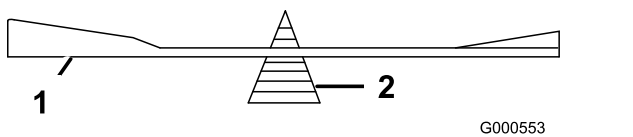

**Figure 110**
1. Au moyen d'une lime, aiguissez les tranchants aux deux extrémités de la lame (Figure 110).
**Remarque:** Si la lame est déséquilibrée, limez un peu l'extrémité de l'ailette seulement (Figure 110).